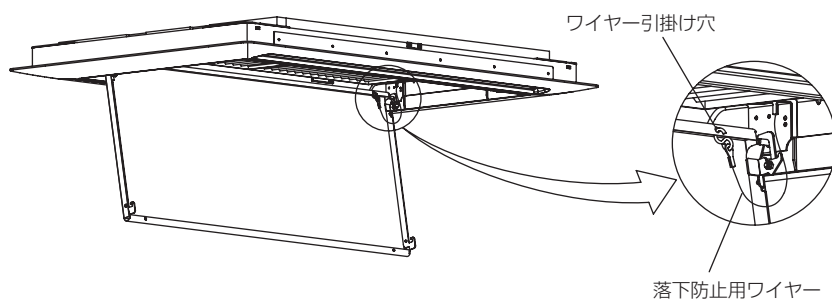

図16
※落下防止用フックが図16のようにかかっていることを確認ください。
②図16のように落下防止用ワイヤー(2ヶ所)をサービスパネルの穴に引掛ける。
③サービスパネルを矢印方向に閉じる。
④サービスパネルを矢印方向にスライドさせてフック側をピンに引掛ける。